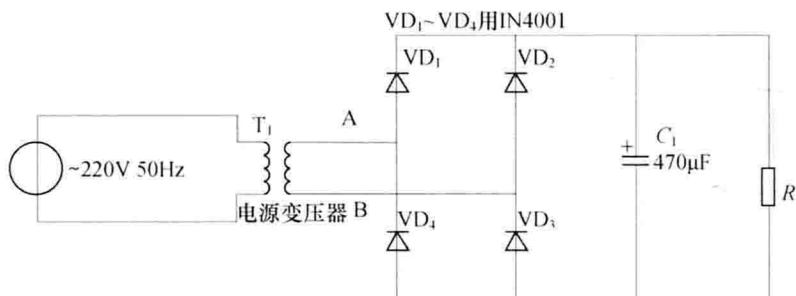

图 2-1 单相桥式整流电路
万用表一块、示波器一台，其他元器件见图 2-1。
- (1) 按图 2-1 连接电路。
(1) 按图 2-1 连接电路。
(2) 根据以上内容测试电路，填写表 2-1、表 2-2。
(1) 在图 2-1 中，若 VD_1 极性接反了，会出现什么情况？
(2) 在图 2-1 中，若 VD_2 开路或脱焊，会出现什么情况？